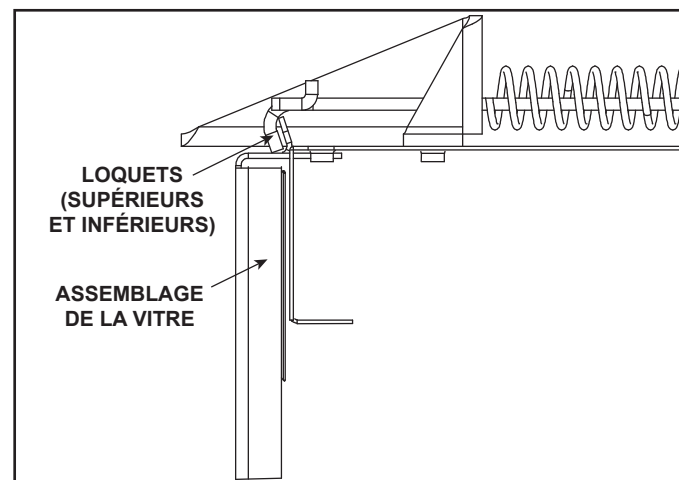

Figure 11.20 Assemblage de la vitre fixe
- Sortez les quatre loquets de l'assemblage de la vitre fixe de son cadre. Enlevez l'assemblage de la vitre fixe de l'appareil. Voir la figure 11.20.